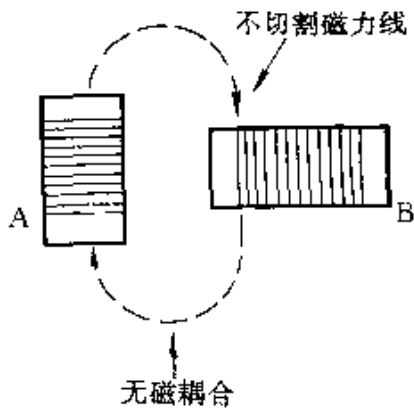

图 3-5
⑤ 不相耦合的电感线圈、变压器等应互相远离,并使其磁路互相垂直,如图 3-5 所示,以避免产生有害的磁耦合。
⑥ 地线不能形成闭合回路,以免因地线环流产生噪声干